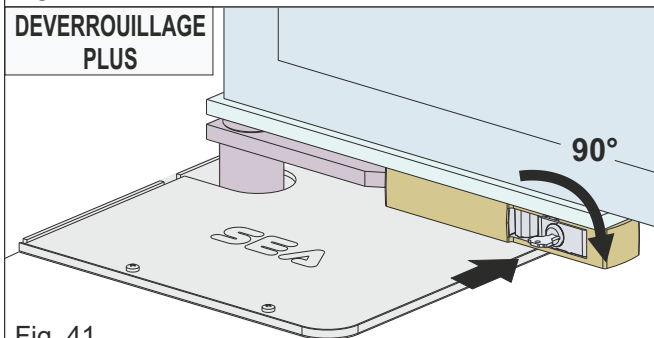

Fig. 41
- insérez la clé fournie dans la serrure et tournez-la de 90° dans le sens des aiguilles d'une montre (Fig.41)